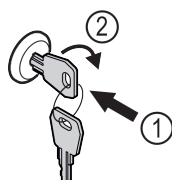

Fig. 127
- ▶ Įspauskite raktą Fig. 127 (1).
- ▶ Pasukite raktą 90° pagal laikrodžio rodyklę Fig. 127 (2).